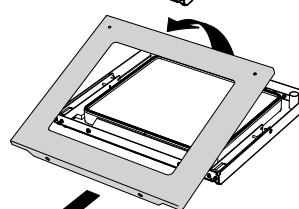

Bild 42
- Backrohtürblende an der Griffseite aufschwenken und nach vorne wegnehmen (Bild 42).